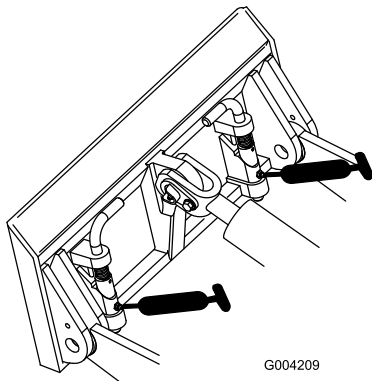

Figura 31
4. Collegate un ingrassatore a pressione a ciascun ingrassatore (Figura 30 e Figura 31).